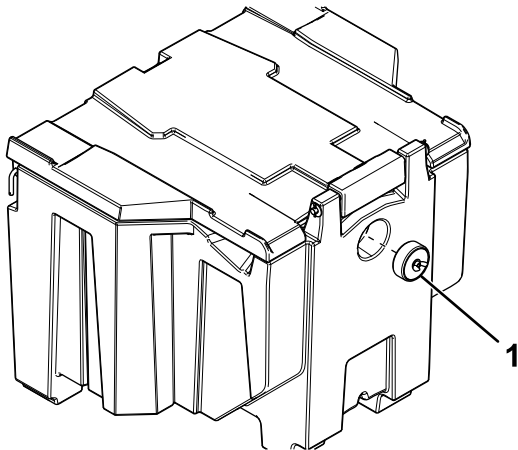

Figura 13
1. Afloje la tuerca de orejeta del tapón del QuickCube y retire el tapón (Figura 13).